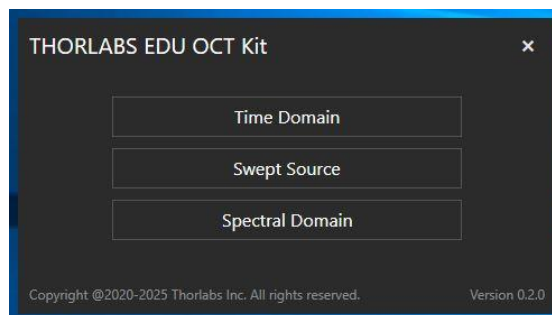

Abbildung 18: Auswahl des Verfahrens.
- Wählen Sie in dem wie in Abbildung 18 gezeigten Feld „Time Domain“ als Verfahrensart aus.